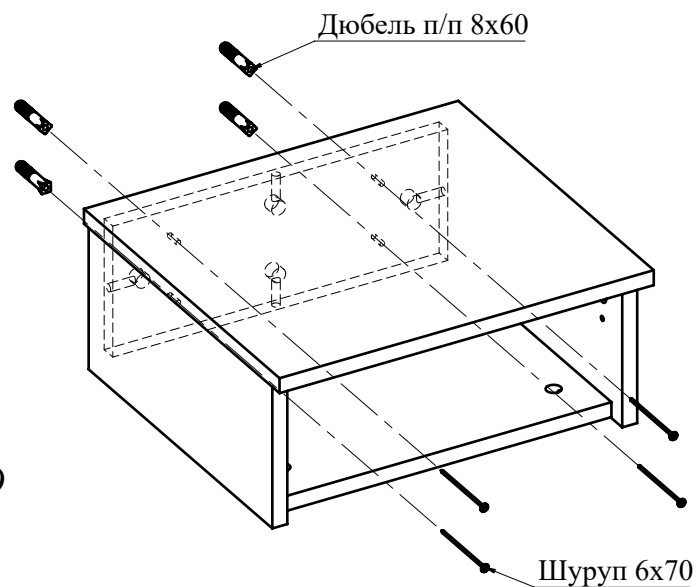

Рис. 9
6. Прислоните тумбу навесную к стене на необходимой высоте. Через сквозные отверстия в детали 5 сделайте наметки на стене. Уберите тумбу. Полученные наметки на стене рассверлите сверлом диаметром 8 мм под дюбель 8x60. Вбейте дюбель. Установите тумбу подвесную на отведенное место и вкрутите шурупы 6x70 (Рис. 9).